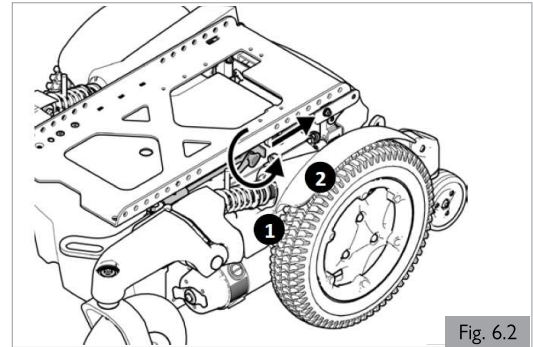

Fig. 6.2
1. Dévissez les deux molettes, situées au centre, sous le châssis de siège, qui relient le châssis du siège à l'interface du module du siège (étape 1), puis libérez le levier (étape 2) (Fig.6.2).